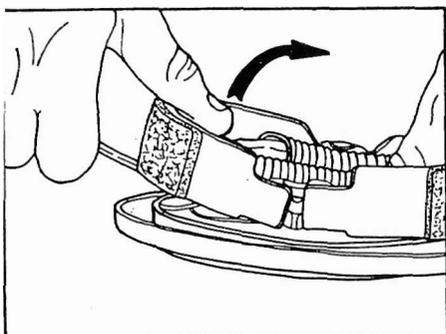

Fig. 37 - Smontaggio ceppi freno.
- Infilare un cacciavite o attrezzo simile sotto uno dei ceppi e fare leva come indicato in fig. 37 fino a che il ceppo non uscirà dalla sua sede.